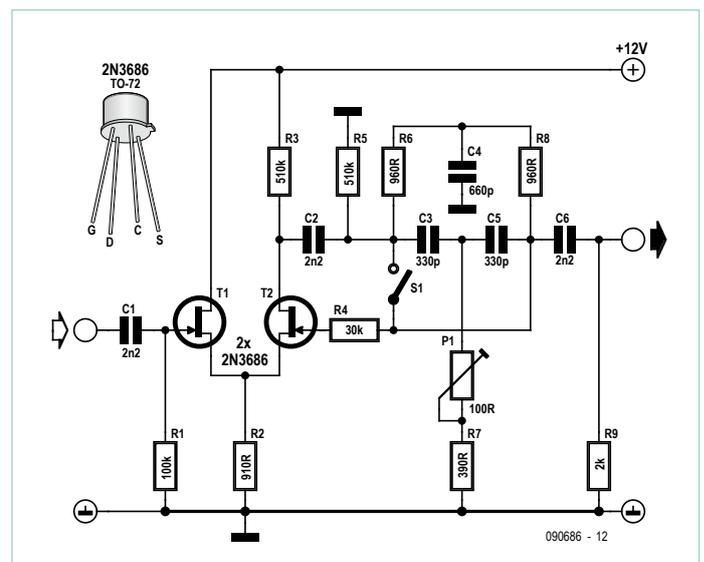

Figure 2. Le réseau RC sur le parcours de la contre-réaction positive permet d'obtenir une vraie réjection de bande.
Les filtres coupe-bande décrits ici sont du type LC et RC et peuvent traiter les fréquences intermédiaires (FI) d'un récepteur radio. Leur fonctionnement est semblable, mais le circuit de la **figure 1** est un filtre à coupure brusque ajusté au signal utile, et celui de la **figure 2** est un coupe-bande supprimant les composantes sélectionnées du bruit. Les deux incluent une commande on/off et un contrôle du « pic ». Pour ce qui est de la détermination de fréquence, ils sont conçus pour fonctionner
à 502,7 kHz (500 kHz de FI + 2,7 kHz de bande latérale). Les filtres sont composés d'une source suivieuse T1 en entrée et d'un étage amplificateur T2 doté d'une certaine contre-réaction positive. Leur fréquence de fonctionnement est définie par les réseaux LC (**fig. 1**) ou RC (**fig. 2**) situés sur le parcours de la contre-réaction. L'intensité de la contre-réaction et avec elle l'efficacité des filtres est déterminée par le choix de R4 dans le circuit LC (**fig. 1**), ou par le réglage de P1 dans le circuit RC (**fig. 2**). L'accord précis de la fréquence de réjection du filtre LC se fait par le potentiomètre C4. À sa place, vous pouvez utiliser une diode à capacité variable de 25 pF. Le bouton S1 active ou « neutralise » les filtres.